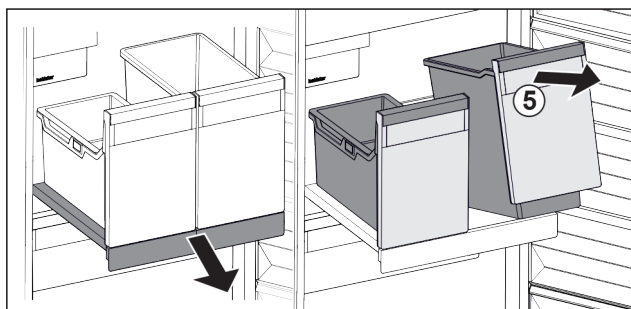

Fig. 89
- ▶ Nádobu Fig. 89 (5) vpředu nadzvedněte.